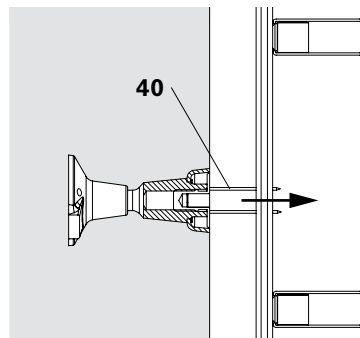

Fig. B1.13
- Estrarre i chiodi (40) dal pannello durante l'arretramento della cassaforma.
- (Fig. B1.13)